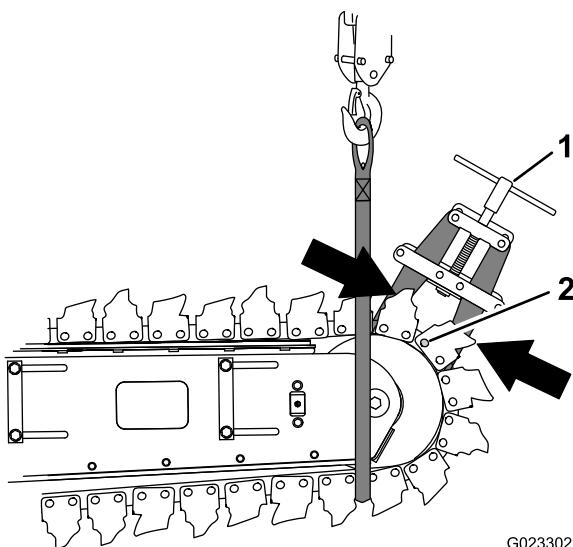
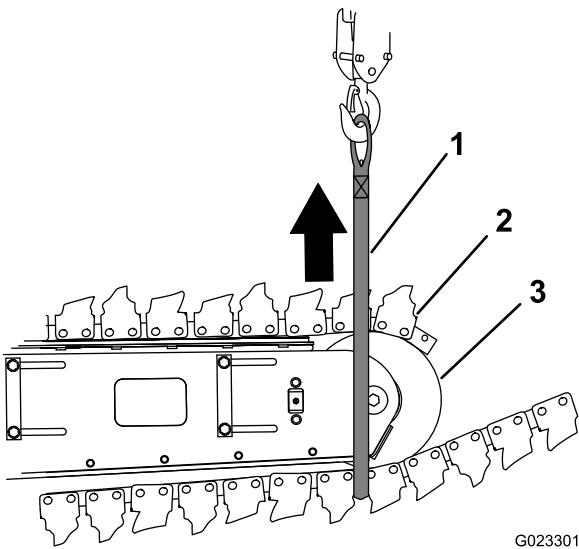

Figure 41
Figure 46
- En partant de la goupille principale, passez la sangle de levage autour de la chaîne au niveau de la dent du cinquième ou du sixième maillon, en dessous et à l'avant de la poulie de tension (Figure 41).
- Serrez les extrémités de la chaîne avec une pince à chaîne au niveau des galets de maillon de chaque côté des plaques intérieure et extérieure de la goupille principale (Figure 41).
1. Abaissez le matériel de levage jusqu'à ce que le bout de la chaîne d'excavation repose sur le sol (Figure 46).
5. Amenez la commande de la trancheuse au POINT MORT lorsque l'extrémité de la chaîne se trouve au sommet de la poulie de tension de l'élinde (Figure 46).
- 1. Au bout de la chaîne d'excavation qui se trouve sur le sol, passez la sangle de levage autour de la chaîne au niveau de la dent du cinquième ou du sixième maillon (Figure 46).
- 2. Levez la chaîne et placez-la autour de la poulie de tension (Figure 46 et Figure 41).
- 3. Serrez les extrémités de la chaîne avec une pince à chaîne au niveau des galets de maillon de chaque côté des plaques intérieure et extérieure de la goupille principale (Figure 41).